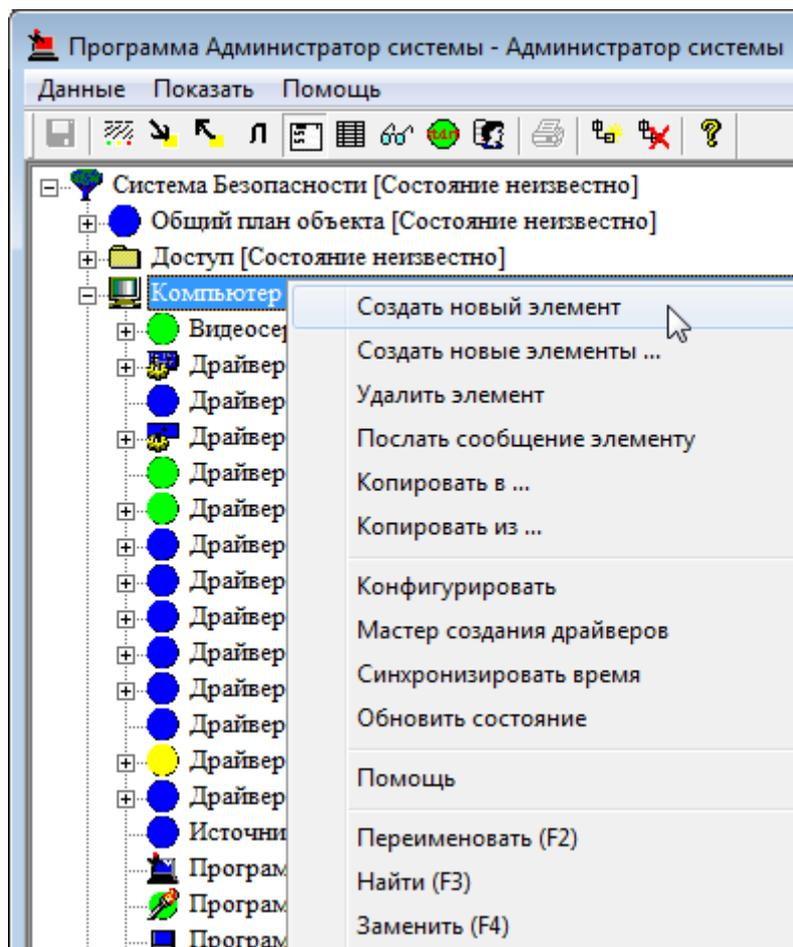

Рисунок 10.83 — Окно программы «Администратор системы»
- Выделите элемент **Компьютер**, нажмите на правую кнопку мыши и выберите команду **Создать новый элемент** (рисунок 10.83).